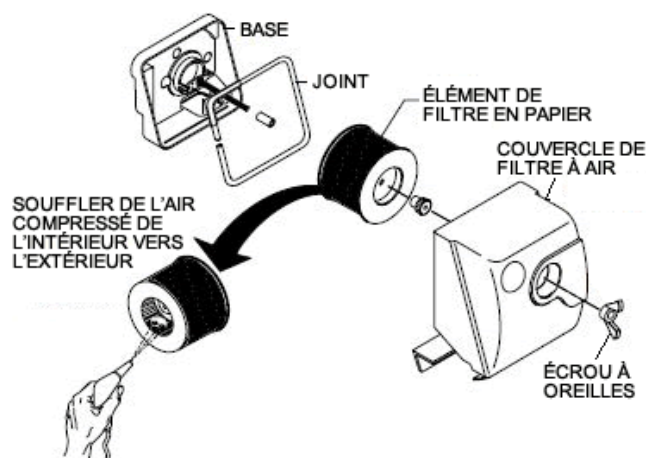

Figure 21. Filtre à air cyclonique
Ce moteur est équipé d'un élément de filtre à air en papier de densité élevée qui est remplaçable. Voir la Figure 21 pour les composants de filtre à air.
1. Retirez le couvercle du filtre à air et l'élément de filtre en papier haute densité (Figure 21).